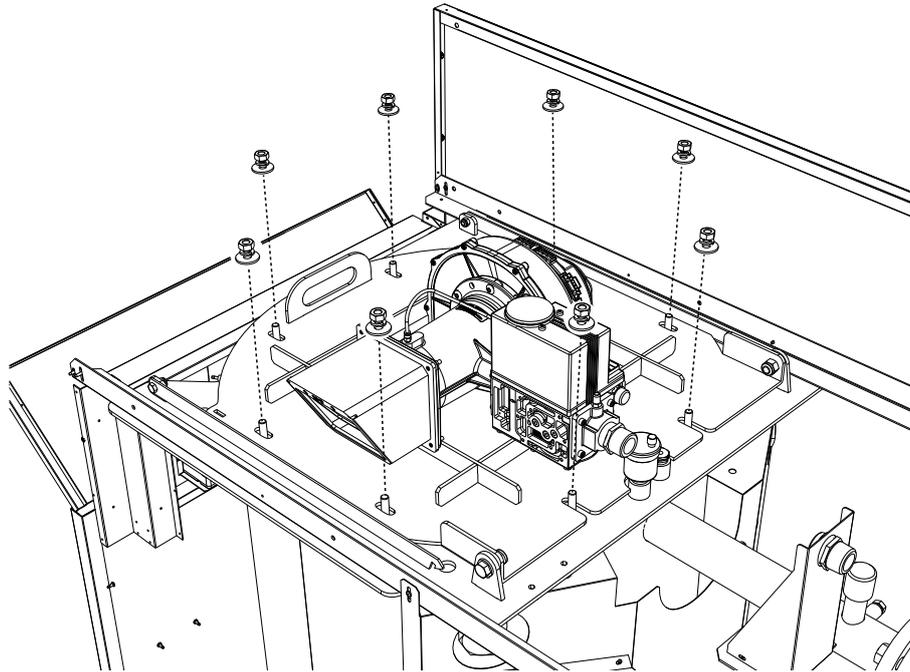

fig. 67
- Togliere i dadi e rondelle (fig. 67).